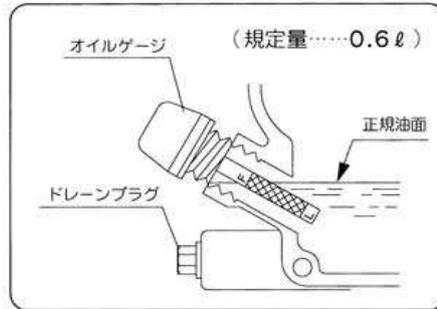

図30
1) エンジンオイル(図30)
2) オイル交換(24頁の図30、31参照)